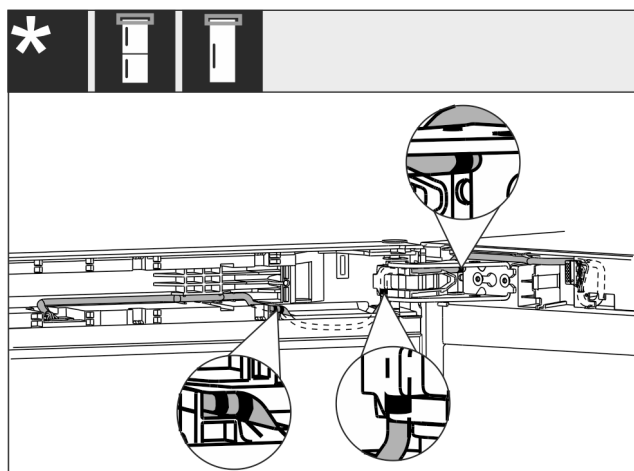

Fig. 56
- Pokládka kabelu je zobrazena na obrázku Fig. 56 ().